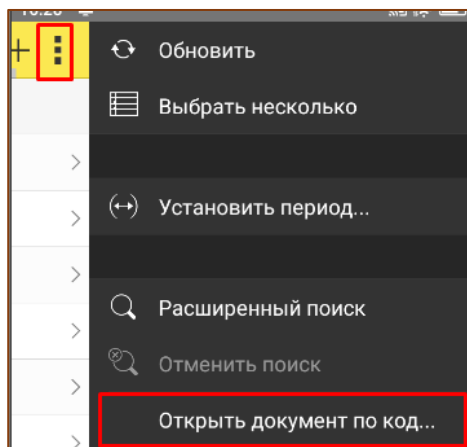

Рис. 8.5 – Открыть документ по коду упаковки
- Также возможен перенос документа, созданного в ТМ. Для этого нужно зайти в дополнительное меню и выбрать пункт «Открыть документ по коду упаковки» (Рис. 8.5).